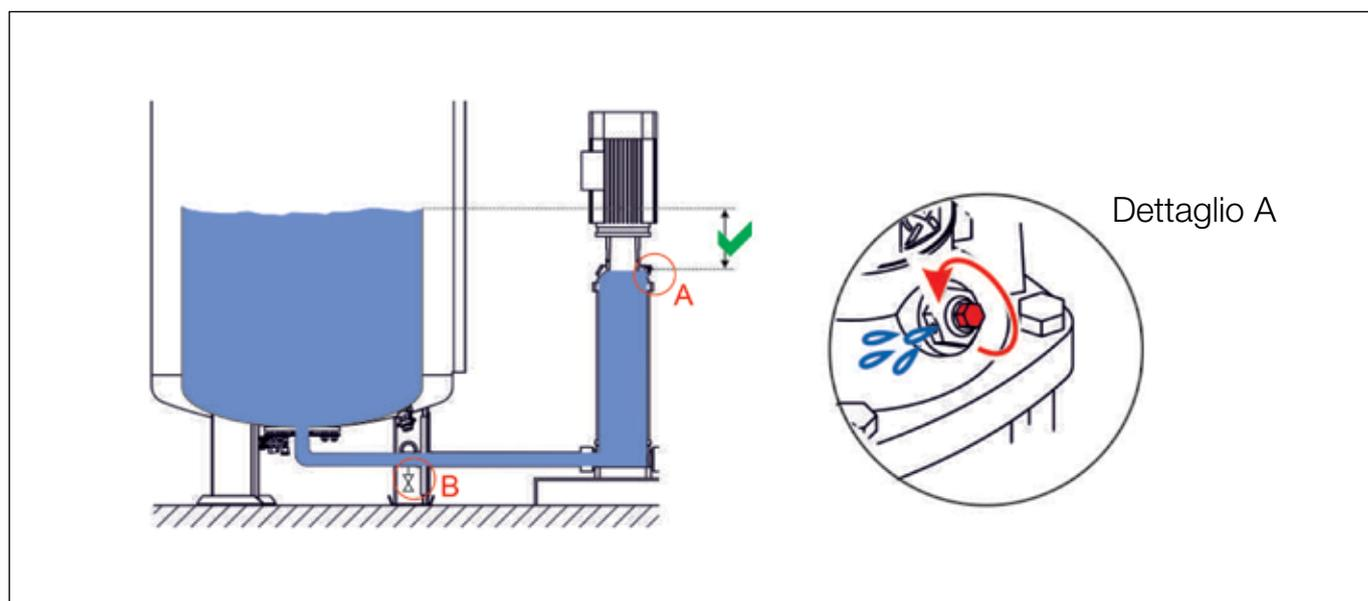

Figura 15: Valvola di sfiato sulla pompa di controllo della pressione
- Per i dispositivi senza modulo di rabbocco EMCF incorporato, il serbatoio deve essere riempito (ad esempio tramite il rubinetto KFE nel tubo di troppopieno sul raccordo dell'EG-M - vedere Figura 15, dettaglio B) fino a quando in corrispondenza della valvola di sfiato della pompa (dettaglio A) fuoriesce un getto continuo di mezzo di sistema. Eventualmente, ridurre preventivamente la pressione di esercizio superiore impostata in fabbrica sulla valvola di troppopieno, altrimenti la pressione nel sistema aumenta troppo (oltre la pressione di esercizio superiore desiderata).